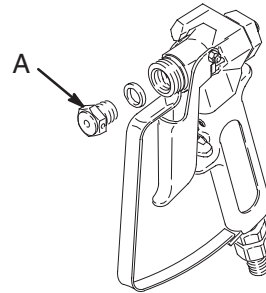

Abb. 5
4. Pistole in einen geerdeten Metalleimer richten und dabei fest an den Eimer drücken. Pistole abziehen. Wenn das austretende Material **nicht** in einen unregelmäßigen Strahl zerteilt wird, sofort den gesamten Nadelsatz auswechseln. Siehe Abb. 5.